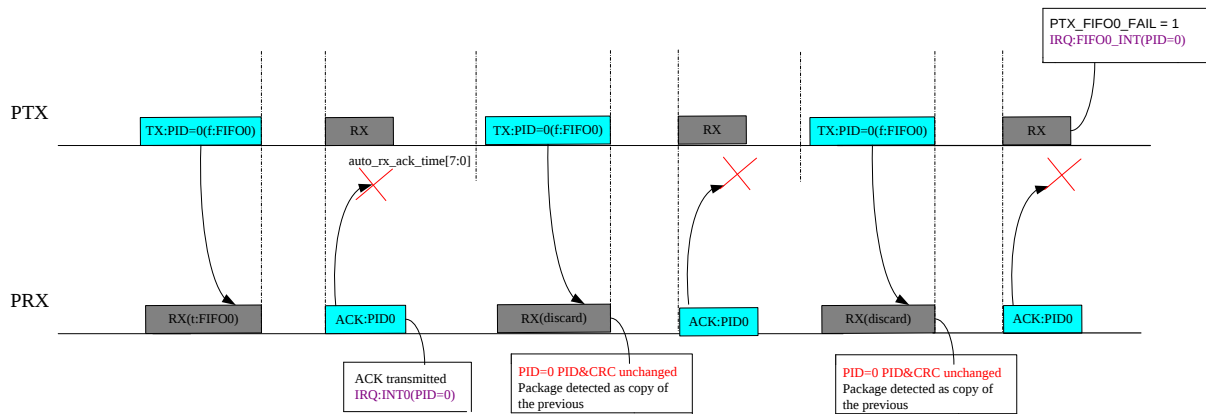

图 16-6 PTX 自动重传情况 3 中断示意图(重发超时, 重发次数为 2)
- PTX 如果在 AUTO_RX_ACK_TIME 时间内没有成功接收到 PRX 发送的 ACK 信号, PTX 将自动重传上一帧数据包。如重传次数超过设定次数 RE_TX_TIMES (MISC0 寄存器的 Bit11-Bit8), INT 寄存器中的 INTn 中断标志位与 FIFO 发送指示位 PTX_FIFO_n_FAIL (FIFO_nCTRL 寄存器的 Bit15) 将同时置'1'指示发送失败 (详见图 16-4 至图 16-6)。